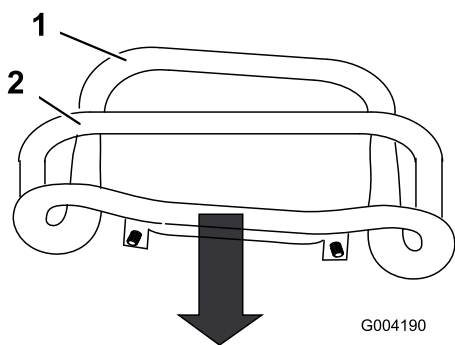

Figure 55
3. Tirez la commande de déplacement tout droit en arrière pour que l'avant vienne toucher la barre de référence (Figure 55).